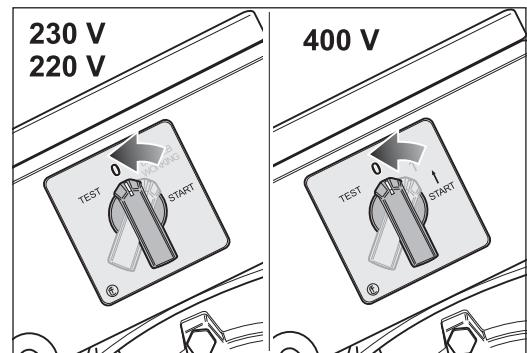

Abb. 21 Zum Ausschalten der Maschine den Schalterknopf auf Stellung -0- drehen.
- 2 Drehen Sie den Schalterknopf am Motor auf Stellung -0- (Abb. 21).